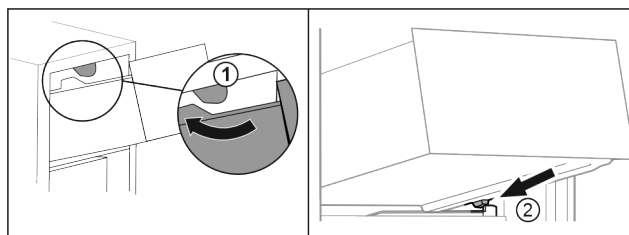

Fig. 93
- ▶ 将抽屉移动到上方止动器附近。 Fig. 93 (1)
- ▶ 将抽屉斜放在容器肋梁上的下方止动器后面。 Fig. 93 (2)